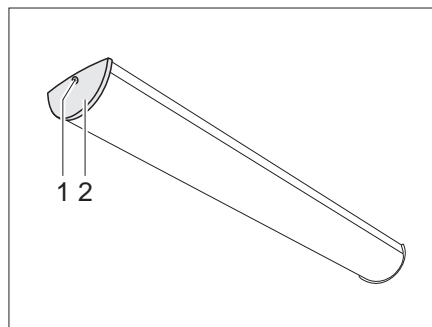

Bild 280 Wohnraumleuchte
- Schraube (Bild 280,1) herausdrehen und Abdeckung (Bild 280,2) abnehmen.